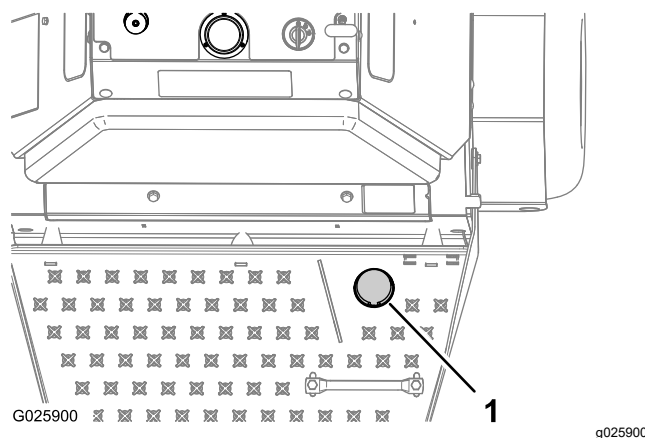

Figure 16
- Appuyez le pied sur la commande des louchets pour abaisser les louchets (Figure 16).
- Appuyez sur la commande avec le pied et avancez les leviers de commande de déplacement pour aérer (Figure 16); voir Leviers de commande de déplacement \(page 16\).
Pour élever les louchets, enlevez le pied de la commande (Figure 16).